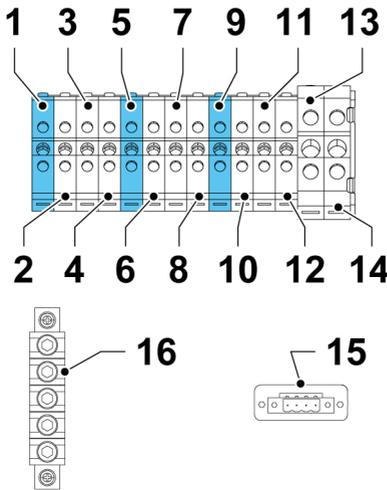

Abbildung 10. Stromkabelanschlüsse im 93PS 8-10 kW
- Schließen Sie die Kabel an ihren entsprechenden Klemmblocken an; siehe Abbildung 10.
Anweisungen über die Installation des externen Batterieschranks und über die Verkabelung der Batterie sind dem Anleitungshandbuch des externen Batterieschranks zu entnehmen. Erden Sie den externen Batterieschrank / das vom Kunden bereitgestellte Batteriesystem gemäß Abbildung 10 mit dem PE-Anschluss 16.